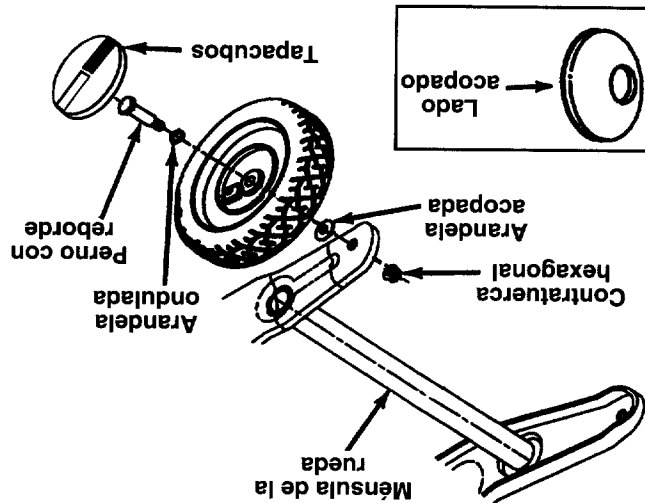

FIGURA 2.
NOTA: El lado acopado de la arandela va contra la canalada de la astilladora. Vea la figura 2 para localizar el lado acopado de la arandela.
- Retire la contratuerca hexagonal y los pernos con reborde del frente de las mensulas de las ruedas. Vea la figura 2.